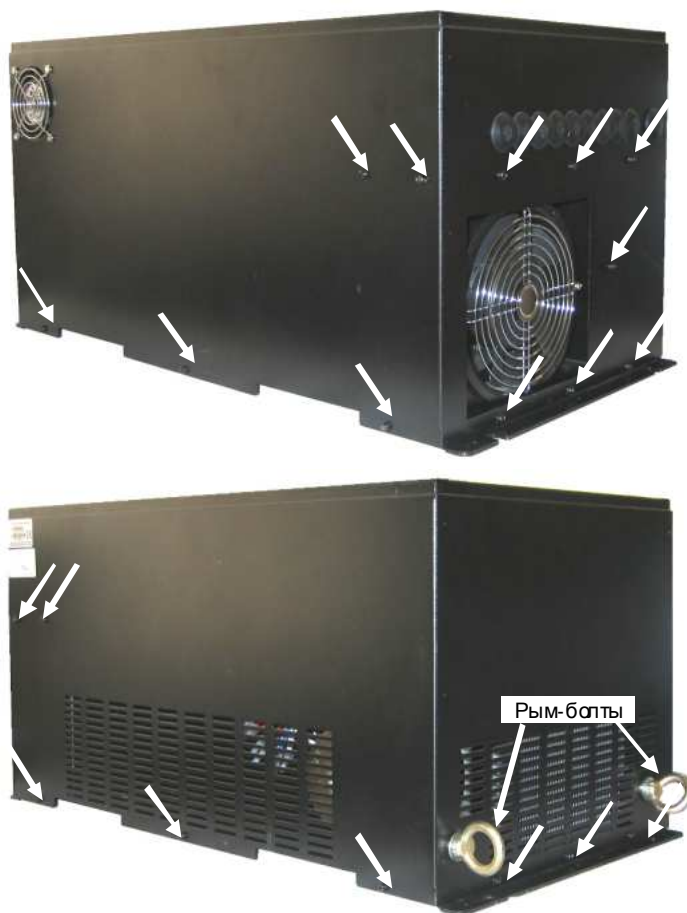

Рис. 6.25. Расположение винтов крепления корпуса.
6.23.1. Отвернуть 20 винтов крепления кожуха и два рым-болта 1 и демонтировать его (рис.6.25).
7.2.1. Надеть кожух на корпус, совместив отверстия для крепления, наживить винты (20 по всему периметру рис.6.25).
7.2.2. Вкрутить два рым-болта 1 (рис.6.25) и затянуть их, а затем остальные винты.